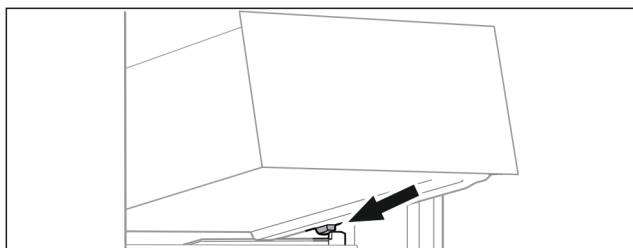

Fig. 76
- ▶ Наклоняя вниз, установите выдвижной ящик за стопоры на контейнерное ребро. (см. Fig. 76)